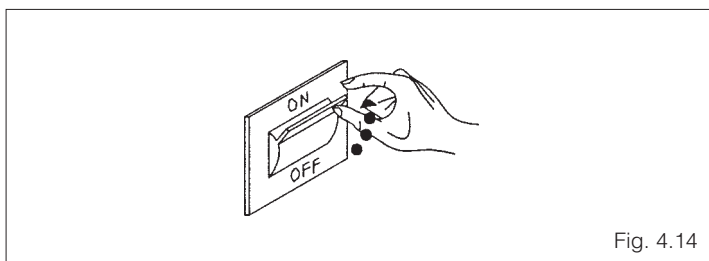

Fig. 4.14
- intervenendo sull'interruttore generale dell'impianto (fig. 4.14)